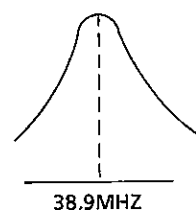

Abbildung 2-5.
1. AGC-Spannung (automatische Verstärkungsregelung (5 V oder darunter) auf Stift ⑤ des IC1901 übertragen.
2. Die Wobbelsignalleitung an Stift ⑤ des IC1901 anschließen. Die Verzweigung von C1905 und FL1901 an Masse anschließen.
3. Die Ansprechleitung an Stift ⑪ des IC1901 anschließen.
4. T1901 einstellen, um den Spitzenpunkt auszurichten (siehe Abb. 2-5).